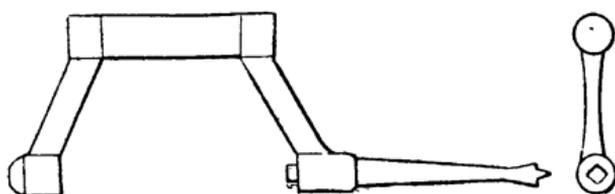

Fig. 291.
**Fût.** — Levier vilebrequin servant à actionner des outils tels que le foret (fig. 291) : il doit avoir le trou qui reçoit le foret bien dans l'axe et concentrique avec la partie du haut qui a un grain en acier pour recevoir la pointe de la vis ; le trou